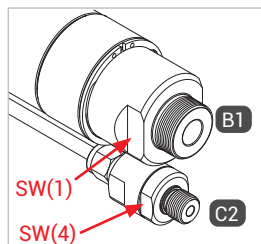
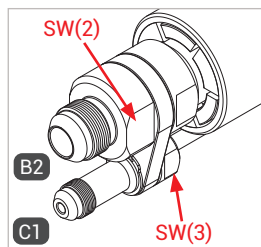

Abbildung 3
Abbildung 4
- ▶ Halten Sie beim Montieren des Füll- und Rückführschlauches, der Medienleitung und der Gasrückführung an den Anschlüssen „B1“, „B2“, „C1“ und „C2“ an den Schließflächen SW(1), SW(2), SW(3) und SW(4) (Abbildung 3 und Abbildung 4) mit einem Gabelschlüssel gegen.
- ▶ Verschrauben Sie die Betriebsmedienzuleitung „B1“ druckdicht mit der Medienleitung der Tankstelle (Abbildung 3). Anzugsdrehmoment siehe untenstehende Tabelle.
- ▶ Verschrauben Sie, falls vorhanden, die Gasrückführung „C2“ druckdicht mit der Gasrückführung der Tankstelle (Abbildung 3). Anzugsdrehmoment siehe untenstehende Tabelle.
- ▶ Verschrauben Sie die Betriebsmedienableitung „B2“ druckdicht mit dem Anschluss des Füllschlauches (Abbildung 4). Anzugsdrehmoment siehe untenstehende Tabelle.
- ▶ Verschrauben Sie, falls vorhanden, die Gasrückführung „C2“ druckdicht mit dem Anschluss des Rückführschlauches (Abbildung 4). Anzugsdrehmoment siehe untenstehende Tabelle.